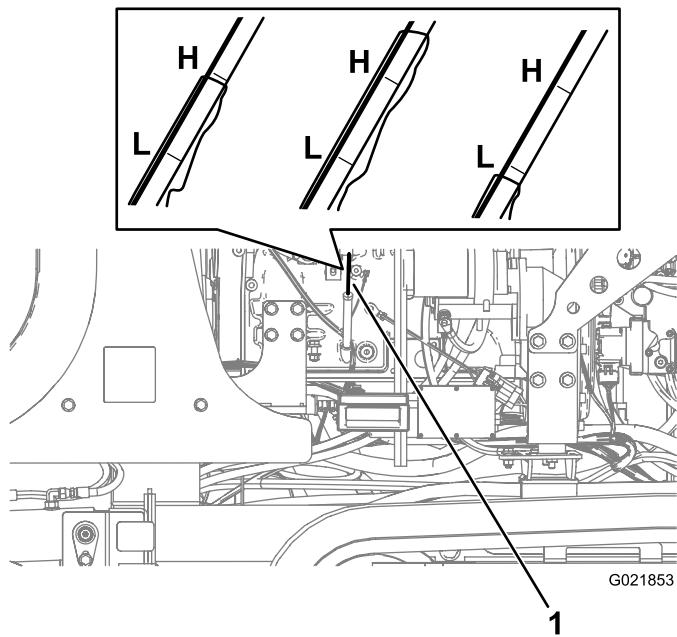

Рисунок 122
- Извлеките измерительный щуп (Рисунок 122) и тщательно протрите его.